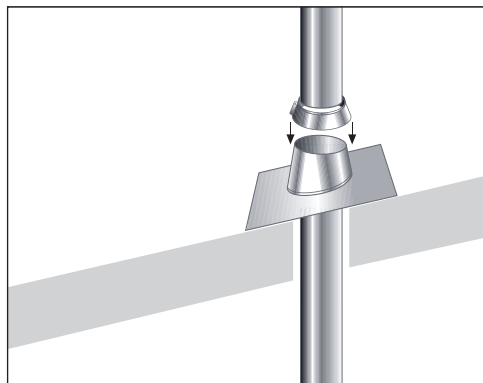
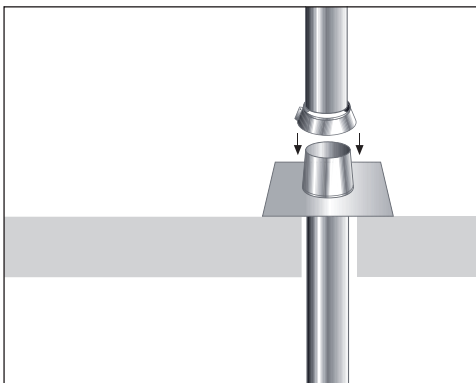

FIGURA 4A
FIGURA 4B
- 2) Avvolgere il tubo e il cono del faldale con la fascetta per faldale serrando le viti e sigillando il tutto con un leggero velo di silicone, come illustrato nella figura 4A e nella figura 4B.